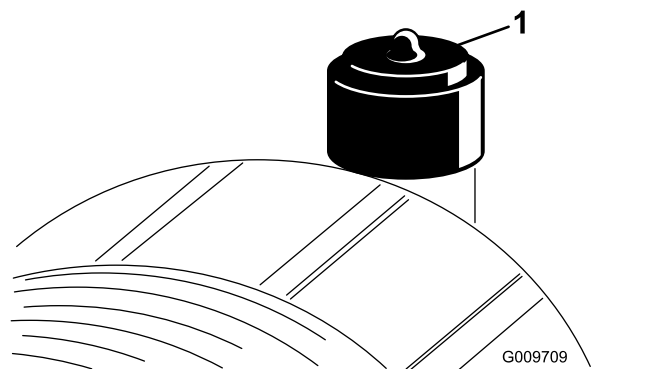

Figure 46
Faites l'entretien du filtre à air uniquement quand l'indicateur de colmatage (Figure 46) indique que cela est nécessaire. Ne remplacez pas le filtre à air plus fréquemment que nécessaire; cela ne fait qu'accroître le risque de contamination du moteur par des impuretés quand le filtre est déposé.
2. Réarmez l'indicateur de colmatage (Figure 46) s'il est rouge.